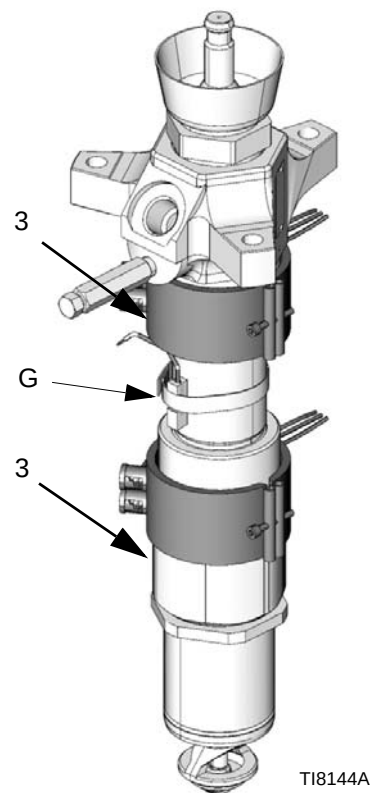

FIG. 25
2. Débrancher les fils électriques de la bande chauffante (3). Voir FIG. 25.
3. Desserrer le collier maintenant le capteur sur la pompe (G). Voir FIG. 25.